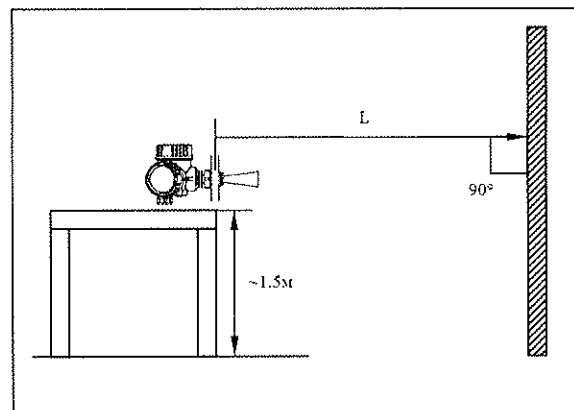

Рис. 1
7.4.2.2 При поверке с демонтажем уровнемера в качестве имитатора уровня продукта используют ровную поверхность стены (экрана), в которую направляют антенну уровнемера (см. рис. 1). Плоскость стены (экрана) должна быть строго перпендикулярна оси антенны (допуск не более $\pm 1^\circ$). Расстояние между осью антенны уровнемера и различными препятствиями (металлическими предметами, железобетонными конструкциями и т.п.) должно составлять не менее 2 м.